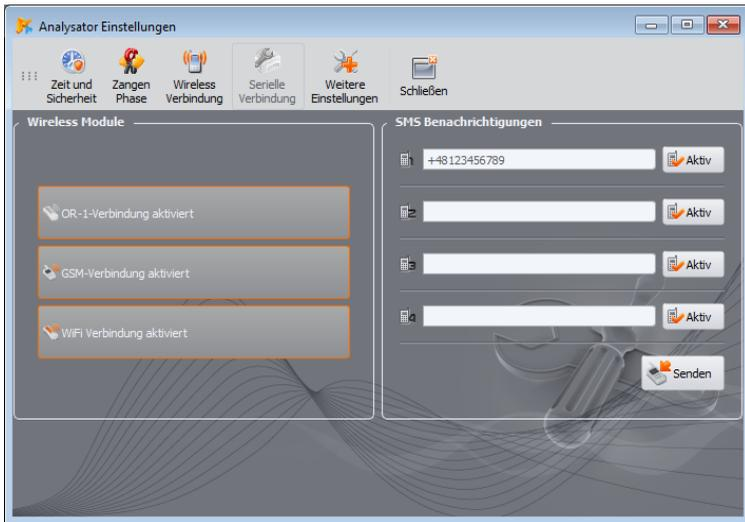

Abb. 32. Bildschirm mit den Einstellungen des Analysators, drahtlose Datenübertragungsmedien verfügbar.
- Gehen Sie auf die Registerkarte **WIRELESS VERBINDUNG** (Abb. 32) und prüfen Sie, ob die Option **WiFi-VERBINDUNG AKTIVIERT** ist. Wenn dies nicht der Fall ist, schalten Sie sie ein.
- Gehen Sie auf die Registerkarte **WLAN VERBINDUNG** (Abb. 32) und prüfen Sie, ob die Option **WIFI-VERBINDUNG AKTIVIERT** ist. Wenn dies nicht der Fall ist, schalten Sie sie ein.